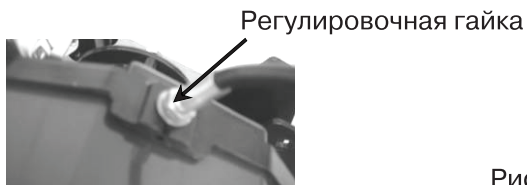

Рис.13
- 3) Поверните регулировочную гайку на рис. 13 по часовой стрелке для натяжения; или против часовой стрелки для ослабления.